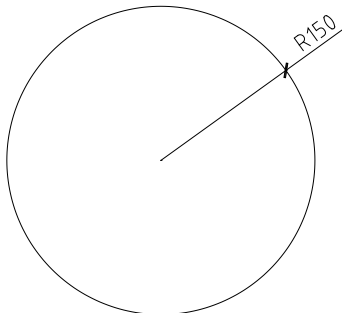

图3-69 绘制圆
**02** 单击“绘图”工具栏中的“圆”按钮，绘制半径为150的圆，如图3-69所示。